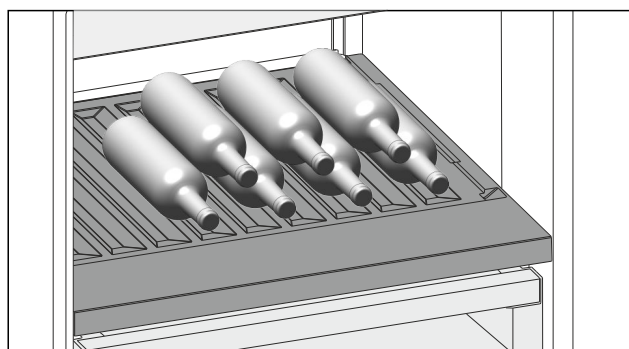

Fig. 98
- Flaschen mit dem Boden nach hinten zur Rückwand einlegen. (siehe Fig. 98)